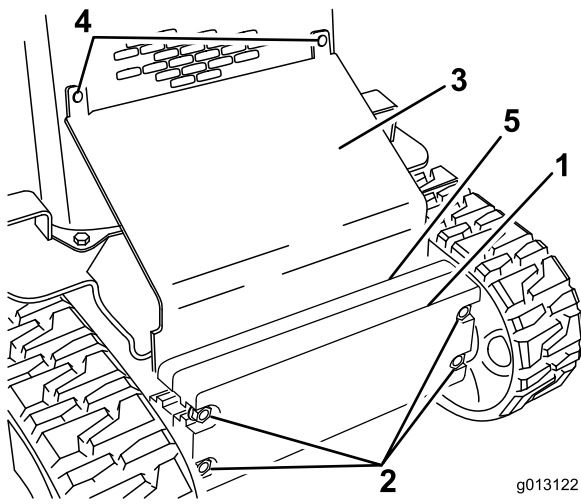

Figure 27
- Desserrez les boulons de fixation des masses (Figure 27).
3. Enlevez les boulons de carrosserie et les écrous de fixation de la plaque inclinée (Figure 27).
10. Glissez la plaque inclinée entre le cadre et les masses, et fixez-la au panneau avant à l'aide des boulons de carrosserie et des écrous enlevés précédemment (Figure 27).
11. Serrez les boulons de fixation des masses avant (Figure 27).